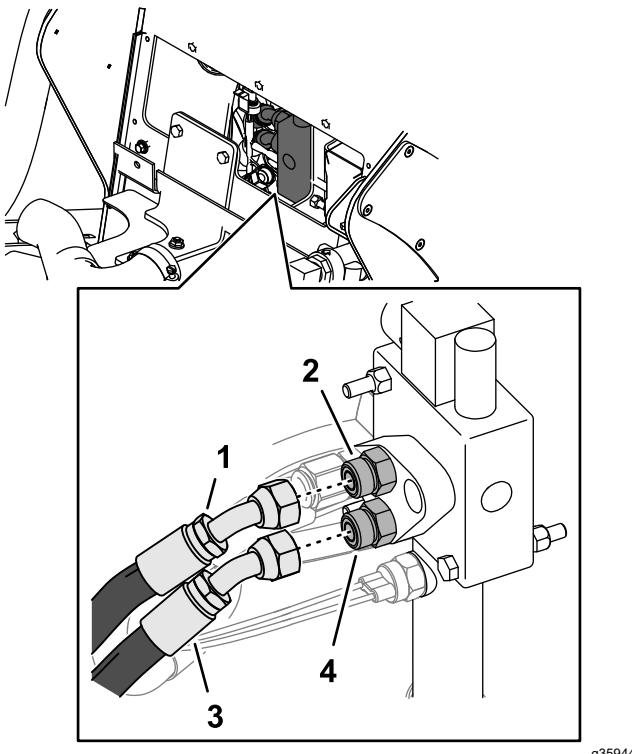

Figura 9
1. Marque la manguera de carga superior con "Puerto B" y retire la manguera del acoplamiento de la válvula auxiliar (Figura 9).